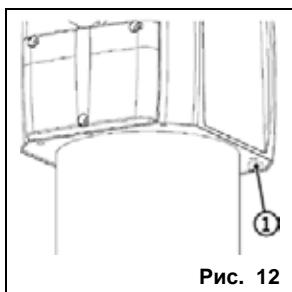

Рис. 12
- Затянуть два винта с задней стороны модуля (рис. 12, поз. 1).